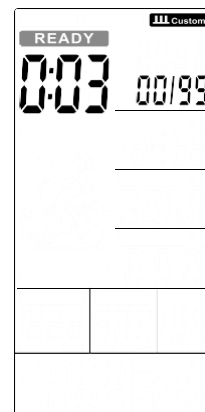

Abbildung 31
- ④ Die Zykluszeit wird von 3 bis 0 heruntergezählt. Die Konsole startet und ein Signal ertönt jede Sekunde. **READY** blinkt einmal pro Sekunde, der Zähler zeigt '00/XX' an (Abbildung 31).